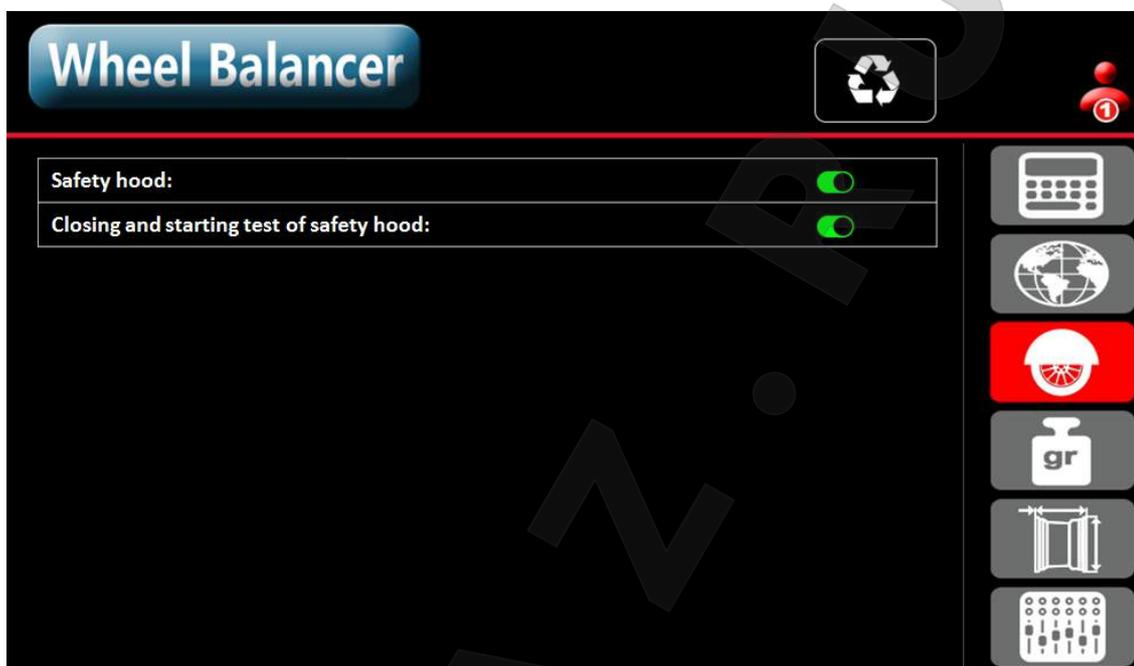

Рис. 46 Настройки защитного кожуха
6.3 Настройки защитного кожуха (рис. 46)